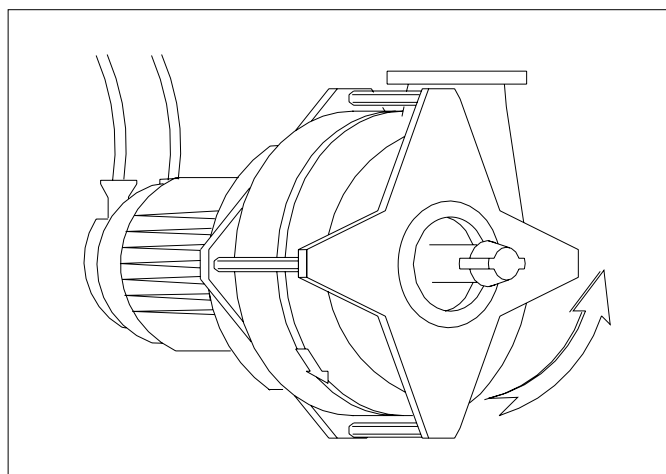

Fig. 5.2
- Leg de pomp horizontaal neer. De juiste draairichting is door de zuigopening gezien tegen de wijzers van de klok in. (zie pijl op het pomphuis, Fig.5.2).